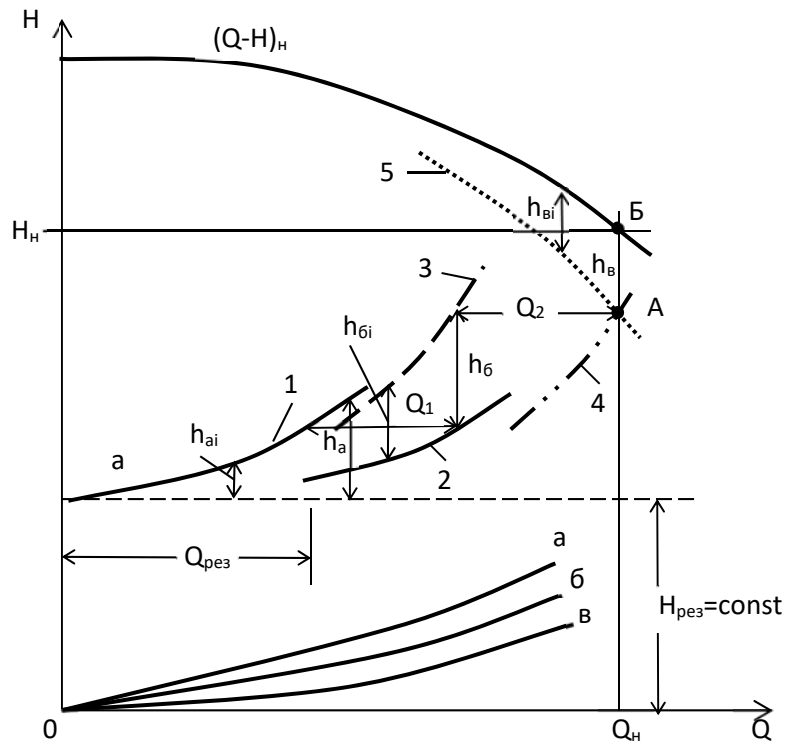

Рисунок 5 - Визначення подачі і напору насоса в другій елементарній системі
4. Задача може бути розв'язана аналітично чи графічно. Розглянемо графічний метод (рис. 5). Для розв'язання цієї задачі необхідно побудувати графік, який визначав би робочу точку насосу і дозволяв би визначити витрату, яка б при цьому надходила в резервуар. Графік будується в такій послідовності: